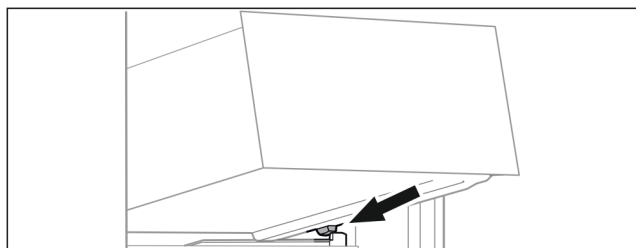

Fig. 99
- ▶ Założyć szufladę pod skosem za stoperami na żebro pojemnika. (patrz Fig. 99)